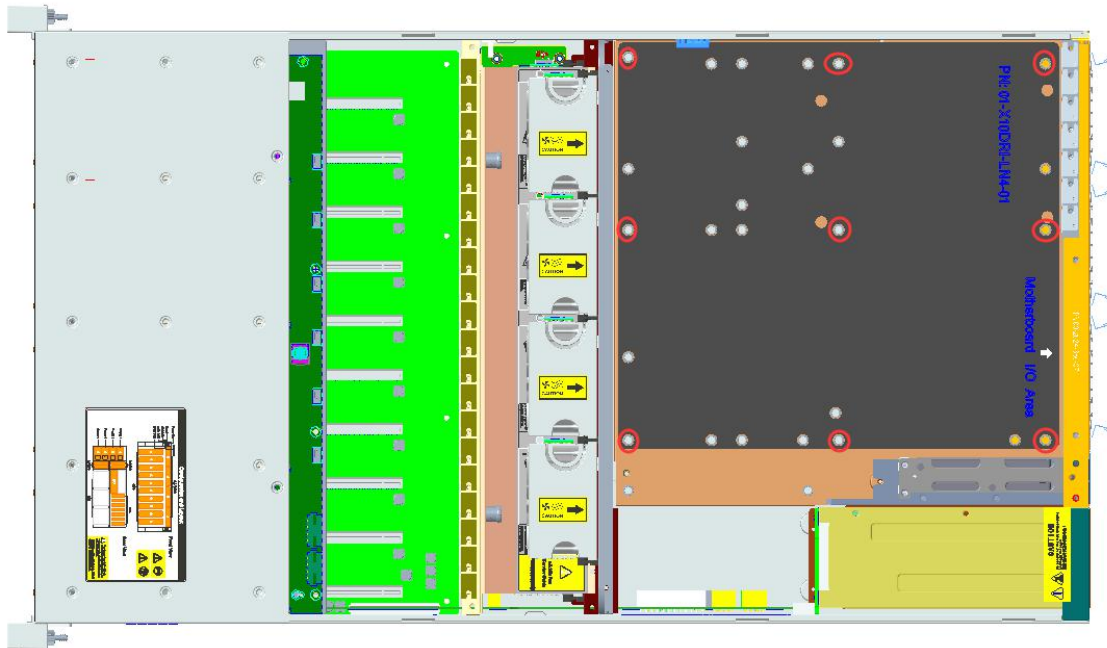

图 2.18 安装 Gooxi G2DE-B 双路主板对应底座孔位。
(1) 打开机箱, 按正确的方位放置好绝缘垫, 按照主板螺丝孔位, 在绝缘垫相应位置安装好主板活动螺柱 (8mm 高度)。如下图 2.18: